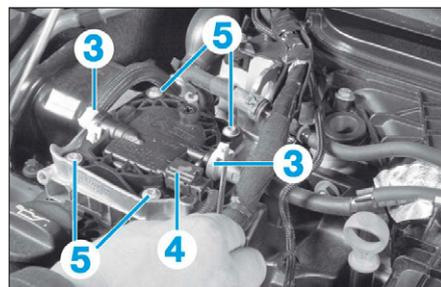

FIG. 60
- Remplacer le joint (8) du couvercle.
- les vis (5) (Fig.60).
- Accoupler les raccords (4).
- Rebrancher le connecteur (3).